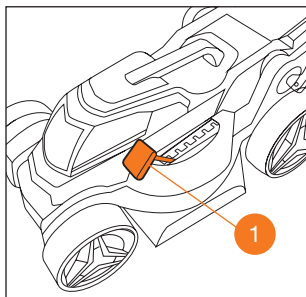

Рис. 17
Регулировку высоты скашивания производите перемещением рукоятки ①. Отклоните рукоятку в направлении от зацепления и установите в одно из шести положений от 25 до 75 мм (Рис. 17).